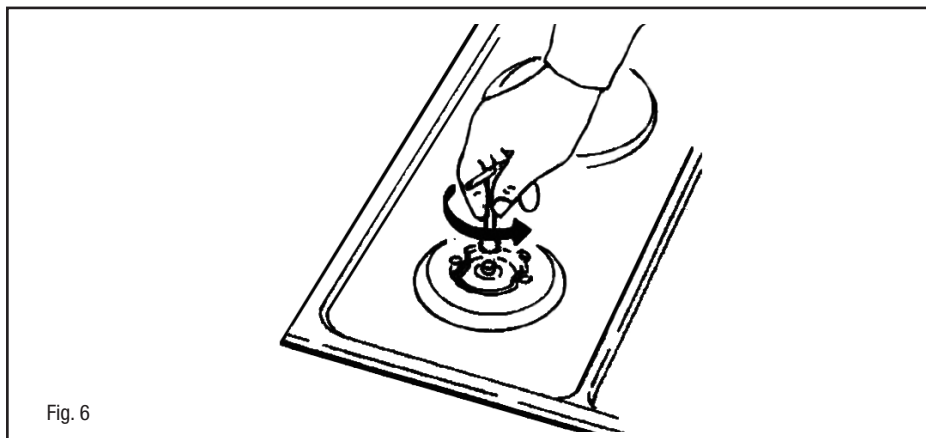

Fig. 6
(Fig. 6) No caso que o aparelho esteja predisposto para um tipo de gás diferente do gás de alimentação que utilizar, deverá proceder da seguinte forma:
- substitua os bicos (Fig. 6) com outros próprios ao tipo de gás que utilizar (veja a tabela relativa às “Características dos injectores”).